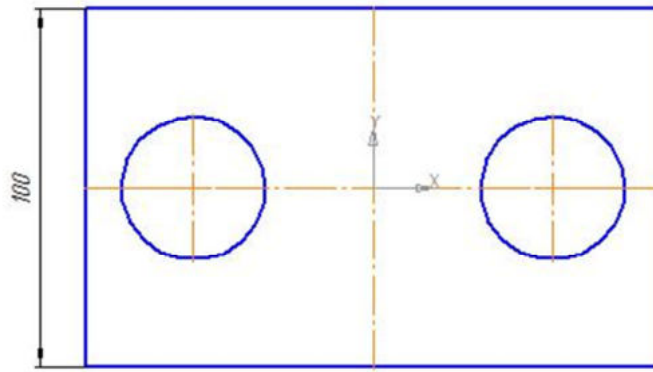

Рис. 13
- ☐ укажите положение размерной линии – 3. Щелчком ЛКМ задайте ее положение (рис. 13);